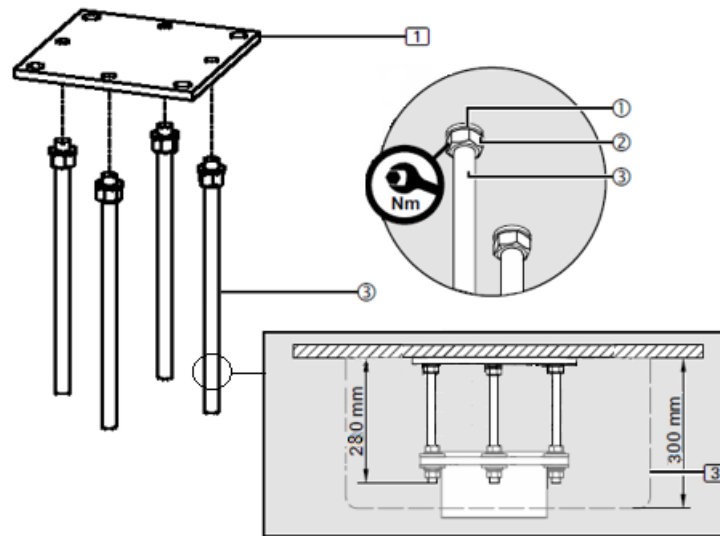

Fig. 16 Montaje de placa de interfaz sin falso techo para CEILING FIXED ARES
- El embellecedor de techo (3) se montará más tarde a ras del techo y cubre la contra placa ④.
- Para el embellecedor de techo (3), que tiene una altura de 300 mm, los pernos roscados de 6/12 M16 x 350 mm ③ deben cortarse a 280mm. Véase Fig. 16.
- Quite las rebabas ligeramente de los pernos roscados M16 x 350 mm ③ para garantizar el máximo encaje de la rosca en la placa de interfaz (1).
- Enrosque 1 tuerca hexagonal M16 ② en cada uno en los pernos roscados M16 ③ y luego coloque 1 arandela elástica ① en cada uno.